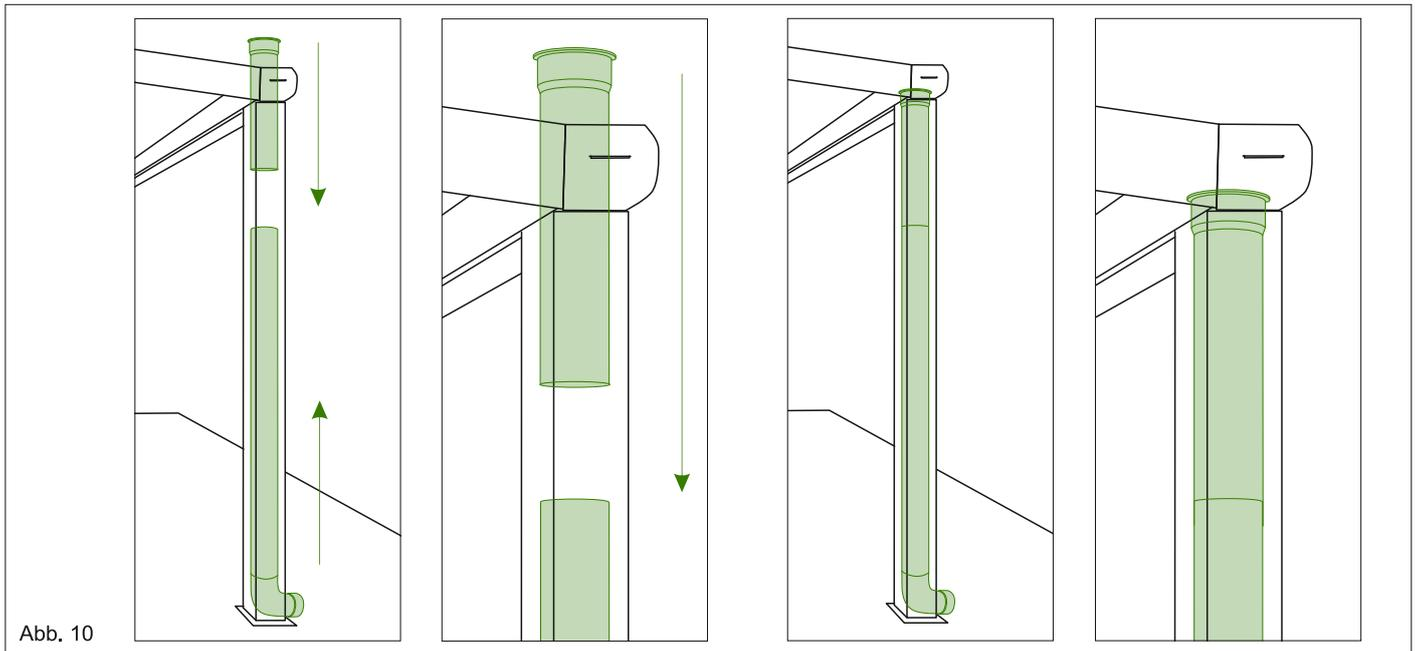

Abb. 10
5. Achten Sie bitte darauf, dass die Neigung der Randsparren genau  $8^\circ$  beträgt. Handelsübliche Digitale Winkelmesser erleichtern Ihnen die Handhabung. Siehe Abb. 10.
**A) B) 8. 2.** Setzen Sie das bereits vorbereitete HT-Rohr von oben, durch die in der Rinne vorgefertigten 80mm Ausschnitt in den Pfosten und verbinden Sie die beiden HT-Rohre in dem Pfosten zusammen. Hier muss man mit zwei Personen arbeiten, und die HT-Rohre in einander reinschieben. HT-Rohr soll an der Rinnenöffnung mit breitem Ende hängen bleiben und nicht in den Pfosten gelangen. Siehe Abb. 10.